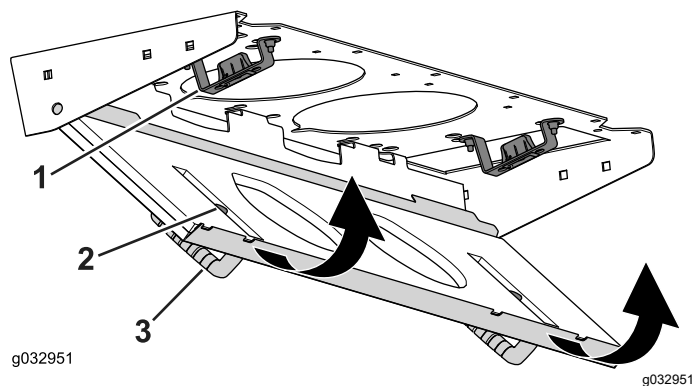

Рисунок 136
- Поверните сетчатый фильтр вокруг монтажных лепестков так, чтобы защелка зафиксировалась в креплении защелки в сборе (Рисунок 136).